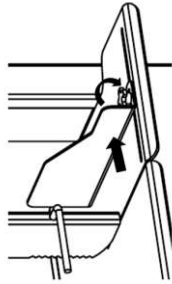
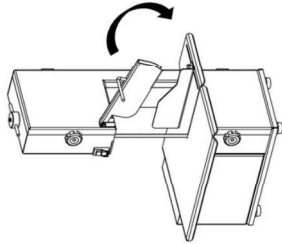
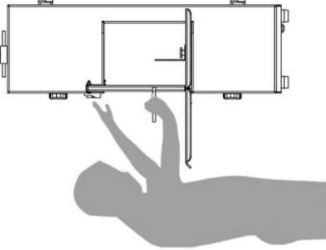

FIG. 5
FIG. 6a
FIG. 6b
- 1.- Seleccione el espesor del producto a cortar, usando el regulador de corte (10) y apriete la perilla para fijar el regulador (fig. 5).
- 2.- Levante el Empujador y ponga el producto en la plancha (4).
- 3.- Encienda la sierra accionando el botón "on" de la caja botonera (11). **Nunca deje la sierra desatendida cuando este funcionando.**
- 4.- Presionando el producto contra el regulador de corte (10) empiece a cortar utilizando el Empujador para el ultimo tramo a cortar (fig. 6a). **le recomendamos que trabaje de frente al regulador de corte (fig. 6b),** nuevamente le recordamos, **nunca acerque sus dedos o manos a la cinta sierra, puede tener un grave accidente.**